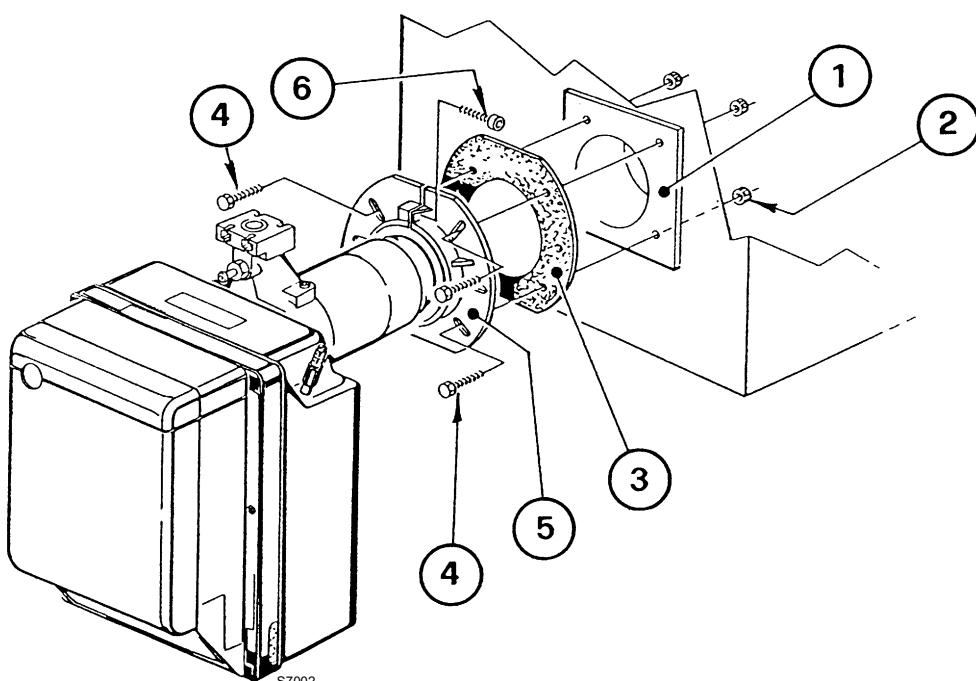

Fig. 12
- Fissare alla portina della caldaia 1)(Fig. 12) la flangia 5 interponendo lo schermo isolante 3 mediante le viti 4) e (se necessario) i dadi 2), ma tenendo allentata una delle due viti superiori 4).